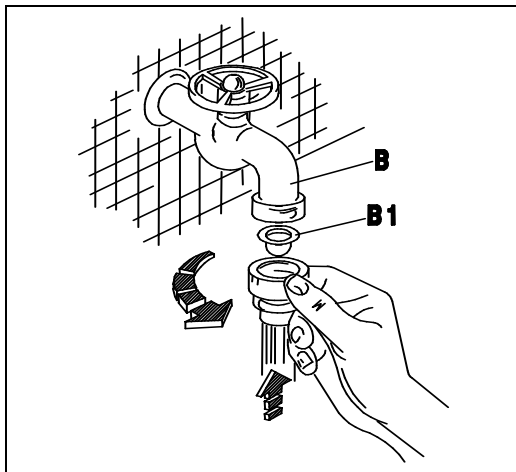
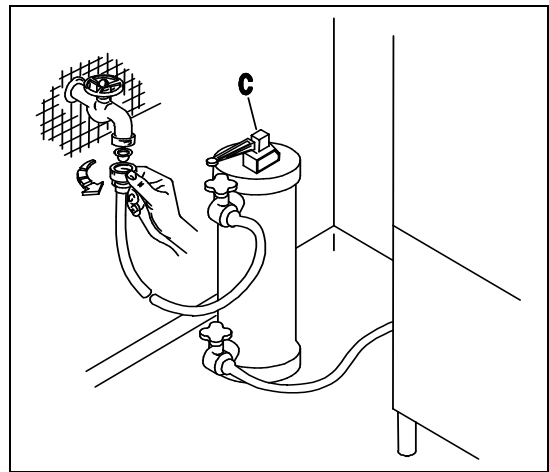
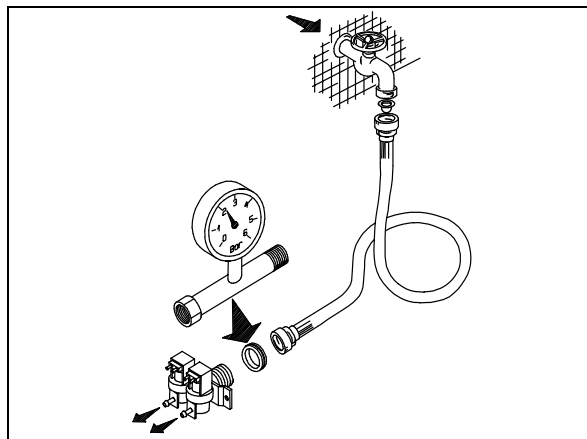
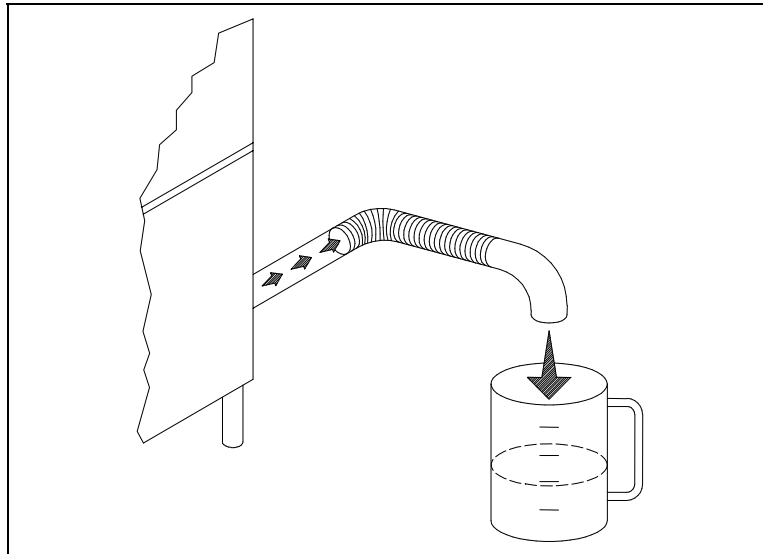

Bild. 2-2
Bild. 2-3
Bild. 2-4
Bild. 2-5
- Das Gerät ist für den Anschluss an Warm oder Kaltwasser (max. 50-55°C) vorgesehen, wobei der Druck bei offenem Ventil (Fließdruck) dem in Tab. 2-1 angegebenen entsprechen sollte. Bei höherem Druck als dem empfohlenen ist ein Druckminderer zu installieren. Bei zu niedrigerem Druck ist eine Druckerhöhungspumpe mit max. 0,5 PS, mit einer Förderleistung von 20l/min und einer Förderhöhe von 15-20m. zu installieren. Die Druckkontrolle muss am Eingang des Elektroventils erfolgen (siehe Bild 2-4). Die Wasserleitung muss einen Innendurchmesser von mindestens 16/18 mm aufweisen (siehe Bild 2-5). Den Zulaufschlauch des Gerätes an einen möglichst nahegelegenen Wasserhahn (B) anschliessen und den vorgesehenen Filter (B1) anbringen (siehe Bild 2-2). Der Einbau eines Wasserenthärter oder -Entsalzers (C) wird empfohlen; dieser gehört nicht zur Ausstattung und muss vor dem Elektroventil der Maschine eingebaut werden. (siehe Bild 2-3).
- **Hinweis:** Sie sind verpflichtet, die Maschine bei Betriebspausen vom Strom- und Wassernetz zu trennen, indem Sie den Netzschalter (Bild 2-1) ausschalten und den Wasserhahn (Bild 2-2) schließen. Die Ablaufpumpe schaltet sich automatisch in der Spülphase ein.